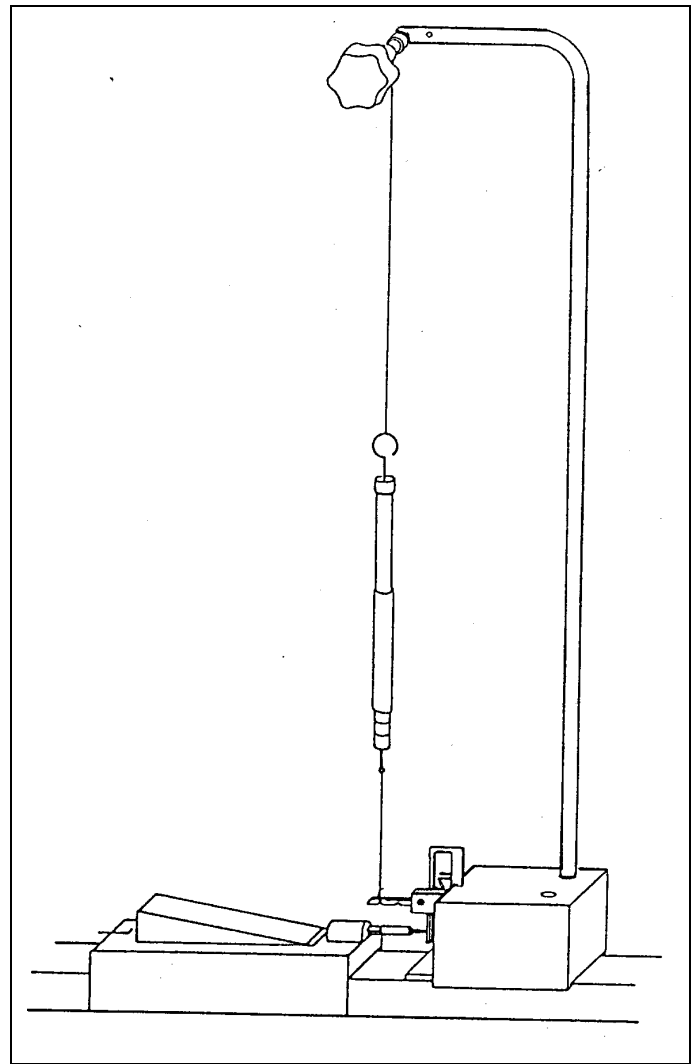

Fig. 4
0.01-N-Präzisions-Kraftmesser (314 081) an einem ca. 10 cm langen Stück Angelschnur, das am Wickeldorn ⑤ befestigt ist, in die Kraftmeßeinrichtung hängen und über eine Schlaufe aus Perlongarn (im Lieferumfang der Luftkissen-Fahrbahn, 337 50, enthalten) mit Kerbe (3.1) oder (3.2) verbinden (siehe Fig. 4);
Düsen Gleiter (337 56) gemäß Fig. 4 mit Nadel auf Steckerstift (im Lieferumfang der Luftkissenfahrbahn, 337 50, enthalten) ausrüsten und durch Spannen des Kraftmessers über Wickeldorn ⑤ die Kraft F ermitteln, die der Schubkraft F_0 des Düsen Gleiters das Gleichgewicht hält.
Suspend the 0.01 N precision dynamometer (314 081), using string of approx. 10 cm length, on winding spindle ⑤ and connect it via a loop of perlon thread (included in air track, 337 50) with notch (3.1) or (3.2) (see Fig. 4).
Fit jet-propelled slider (337 56) with needle on plug pin (included in air track, 337 50) according to Fig. 4 and, by stretching the precision dynamometer via winding spindle ⑤ determine the force F balancing the thrust F_0 of the jet-propelled slider.